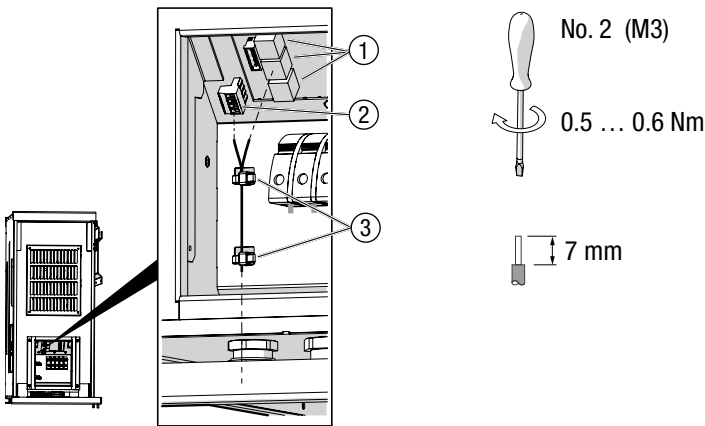

Bild 20 Netzwerkanschluss
3. Stecken Sie die Netzwerkkabel in die RJ45-Buchsen (Bild 20/Pos.1) ein und prüfen Sie die Steckerverriegelung.
4. RS485-Klemmenanschluss (Bild 20/Pos.2): schließen Sie das RS485-Netzwerkkabel wie folgt an:
5. Befestigen Sie die Kabel mit Kabelbindern an den Gehäuselaschen (Bild 20/Pos. 3).